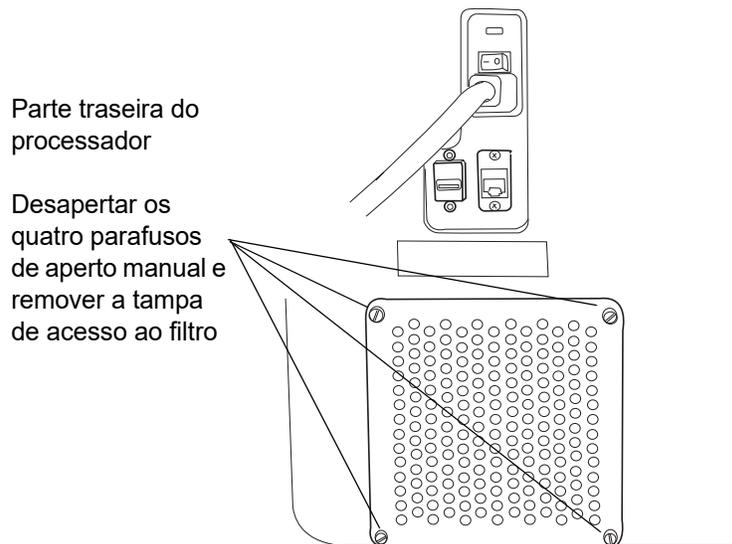

Figura 4-9 Remover a tampa de acesso aos fusíveis
1. Desaperte os parafusos de aperto manual que mantêm a tampa de acesso no lugar. Coloque de lado. (Consulte a Figura 4-9.)